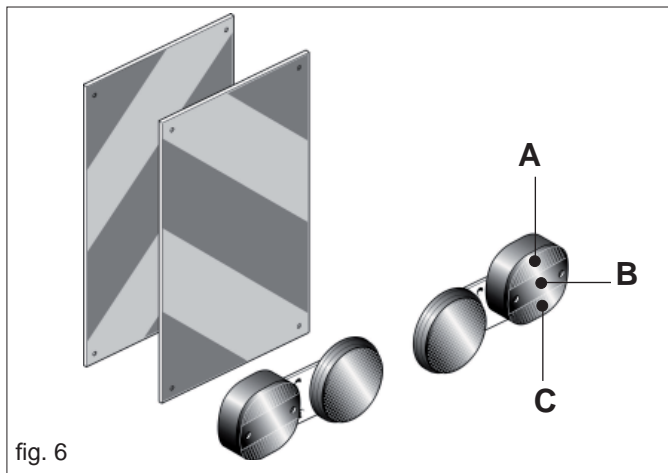

fig. 6
- 37) Wenn die geschleppten oder an dem Schlepper angebrachten Ausrüstungen und Geräte die Sichtbarkeit der Signalisierungs- und Beleuchtungsvorrichtungen des Schleppers verdecken, müssen diese Vorrichtungen auch an den Ausrüstungen angebracht werden, wobei die Vorschriften der im jeweiligen Anwendungsland geltenden Straßenverkehrsordnung zu beachten sind. Beim Gebrauch ist zu kontrollieren, daß die Anlage einwandfrei funktioniert. Nachstehend wird die korrekte Sequenz der Leuchten angegeben (Abb. 6):